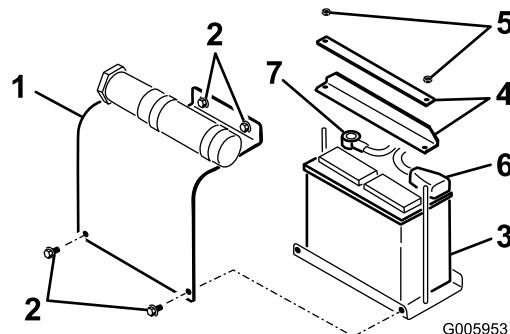

Bild 5
1. Entfernen Sie die vier Schrauben, mit denen die Batterieabdeckung befestigt ist und entfernen die Abdeckung (Bild 5).
2. Entfernen Sie die Muttern und Leisten, mit denen die Batterie befestigt ist (Bild 5).
5. Bauen Sie die Batterie in die Fahrerstation ein Bild 5.
6. Befestigen Sie die Batterie mit den vorher entfernten Leisten und Muttern wieder im Rahmen (Bild 5).
7. Schließen Sie das Pluskabel (rot) am Pluspol (+) an (Bild 5). Schieben Sie die Gummiaabdeckung über den Batteriepol.
8. Schließen Sie das Minuskabel (schwarz) am Minuspol (-) an (Bild 5).
9. Bringen Sie die Batteriefachabdeckung wieder an (Bild 5).